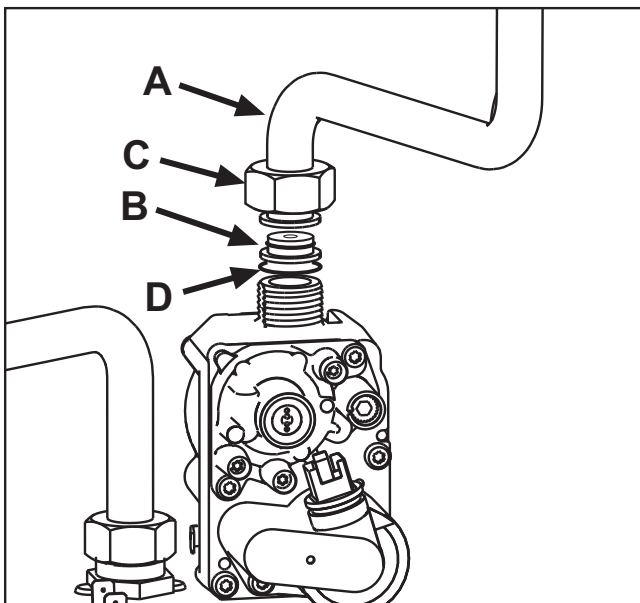

рис. 23
3. Открутить колесико С и вынуть газовую трубу А из газового клапана (см. рис. 23).
4. Заменить форсунку В, вставленную в газовую трубу, на форсунку, входящую в комплект для переоборудования на другой вид газа, вставив прокладку D (см.рис. 23).